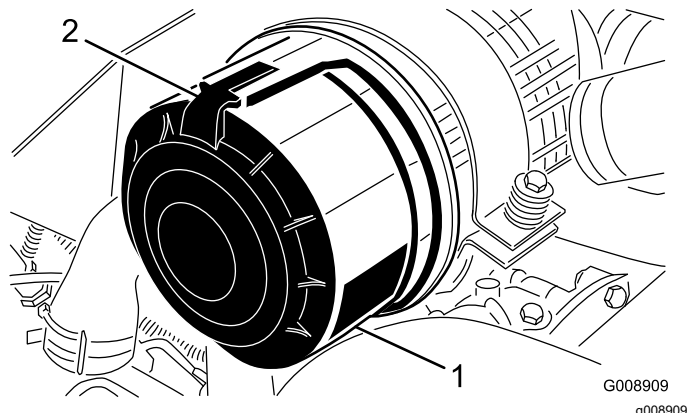

Figure 90
1. Desserrez les attaches qui fixent le couvercle sur le boîtier du filtre à air (Figure 90).